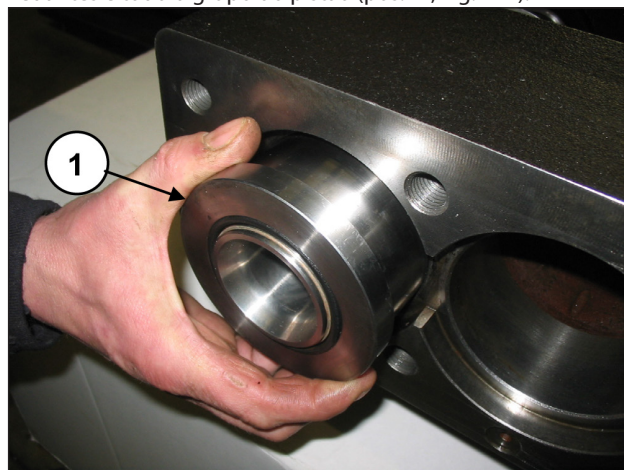

Fig. 142
Girando o eixo, avance a guia do pistão, de modo que o tampão, avançando em sua volta, possa expelir o suporte dos vedantes e todo o grupo do pistão (pos. ①, Fig. 142).